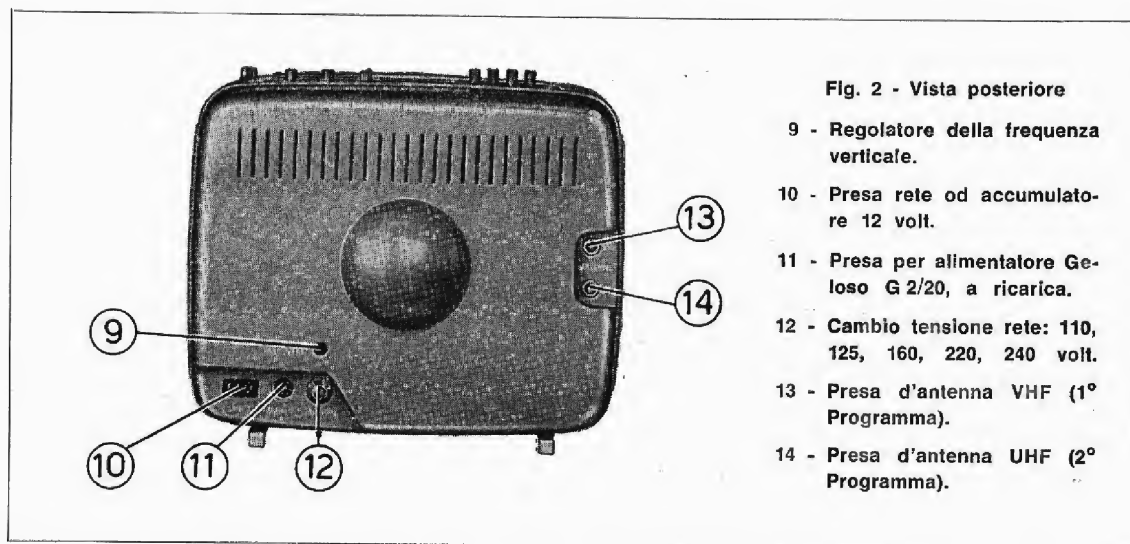

Fig. 2 - Vista posteriore
- se l'antenna esterna ha la discesa in cavo coassiale da 75 ohm, collegarla direttamente alla presa d'antenna di colore rosso (fig. 2, n. 13), servendosi dello spinotto coassiale normalizzato, fornito a corredo del televisore;